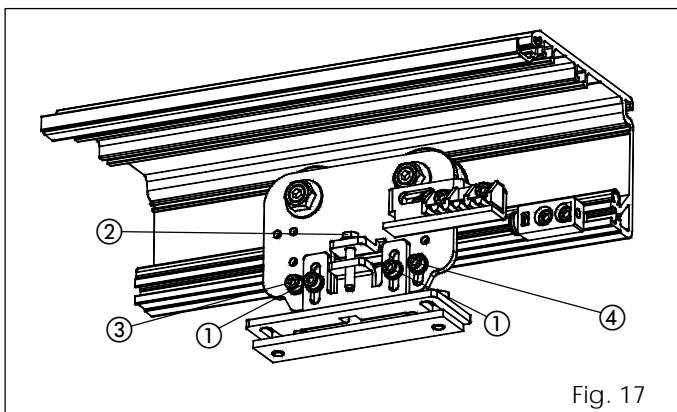

Fig. 17
- Haal de zeskantschroeven fig. 17 ref. ① iets los.
- Draai de schroef (fig. 17 ref. ②) met de klok mee om de vleugels te laten stijgen of tegen de klok in om de vleugels te laten zakken.
- Haal de twee zeskantschroeven (fig. 17 ref. ③ en ④) iets los.
- Verschuif de schroef fig. 17 ref. ④ in de uitsparing, zodat het tegendrukwiël tijdens de beweging van de wagen over het profiel verschuift zonder te blokkeren.